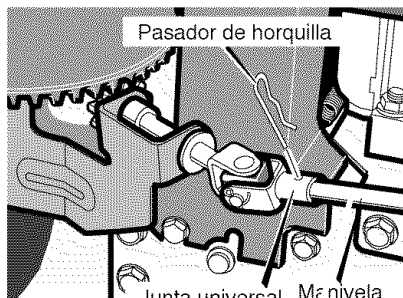

Figura 57
7. Conecte el eje de la manivela a la junta universal con el pasador de horquilla. Vea la Figura 57.